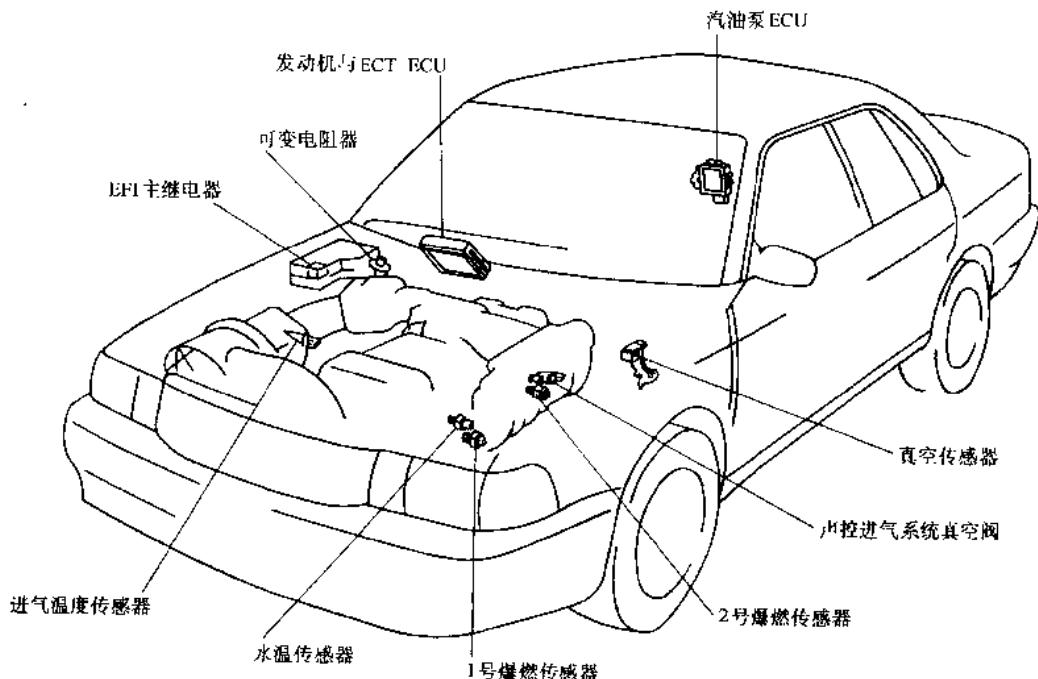

图 2-5 EFI 电子控制系统
电子控制汽油喷射系统（EFI）是由三个基本的子系统组成，它们是：燃料系统、进气系统和电子控制系统，它们在车上的布置如图 2-3~图 2-5 所示。
**3. 电子控制系统** 电子控制系统由传感器和ECU所组成(图2-5)。传感器探测发动机的各种工作条件,ECU则根据这些传感器信号确定喷油量(定时)及点火正时,并操纵喷油器工作。